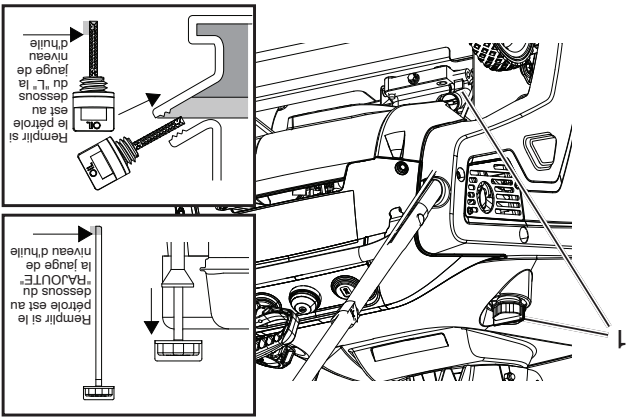

Figure 5
2. Nettoyer la zone autour de la jauge (Figure 5).